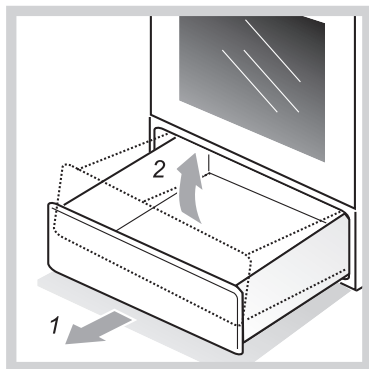

Рис. 14
- Как достать ящик, показано на рис.14